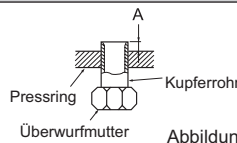

Abbildung 5
- 6) Führen Sie den Ablaufschlauch durch die Wanddurchbruchhülse (C) und haken Sie den oberen Teil des Innengerätes an der Montagetraverse (1) ein. Bewegen Sie das Innengerät dann vollständig nach links, damit Sie die Verrohrung einfacher an der Rückseite des Geräts anbringen können.
- 7) Schneiden Sie ein Stück Karton aus der Versandverpackung, rollen Sie dieses und haken Sie es an der Rückseite fest. Verwenden Sie die Kartonrolle als Abstandhalter beim Heben des Innengerätes. (Abbildung 5)
- 8) Verbinden Sie die Kältemittelleitung mit dem Verlängerungsrohr (B).
- 9) Schieben Sie den unteren Teil des Innengerätes in die Montagetraverse (1).